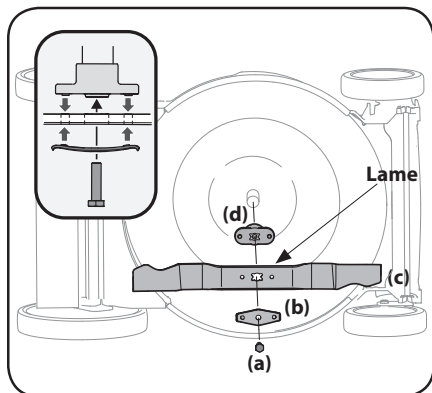

Figure 4-3
3. Retirez le boulon (a) et le support de la lame (b) qui fixent la lame et l'adaptateur au vilebrequin du moteur. Voir Figure 4-3.
4. Retirez la lame (c) et l'adaptateur (d) du vilebrequin. Voir Figure 4-3.
6. Lubrifiez le vilebrequin du moteur et la surface interne de l'adaptateur de la lame avec une huile légère. Placez l'adaptateur (d) sur le vilebrequin. Assurez-vous d'installer la lame avec le côté marqué « Grass side » (ou estampé du numéro de pièce) face au sol. Veillez à ce que la lame soit alignée et bien placée sur les brides de l'adaptateur. Voir Figure 4-3 l'encadré.